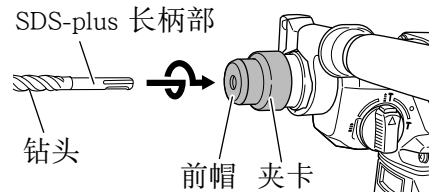
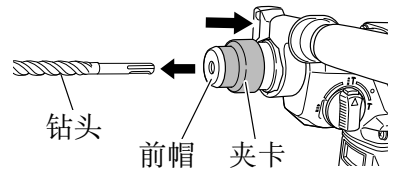

图 11
图 12
3. 安装钻头 (图 11, 图 12)
(图 11)
(图 12)